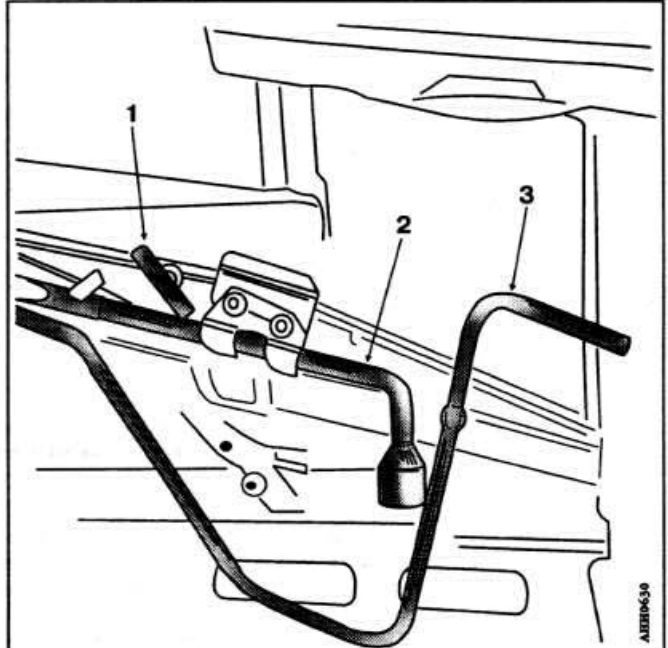

Рис. 6. Размещение домкрата и ключа для гаек крепления колес:
**Домкрат** с рукояткой и ключ для гаек крепления колес расположены в отсеке правого заднего крыла, закрытом крышкой, которая крепится пластмассовым фиксатором. Домкрат крепится Т-образным фиксатором (рис. 6).